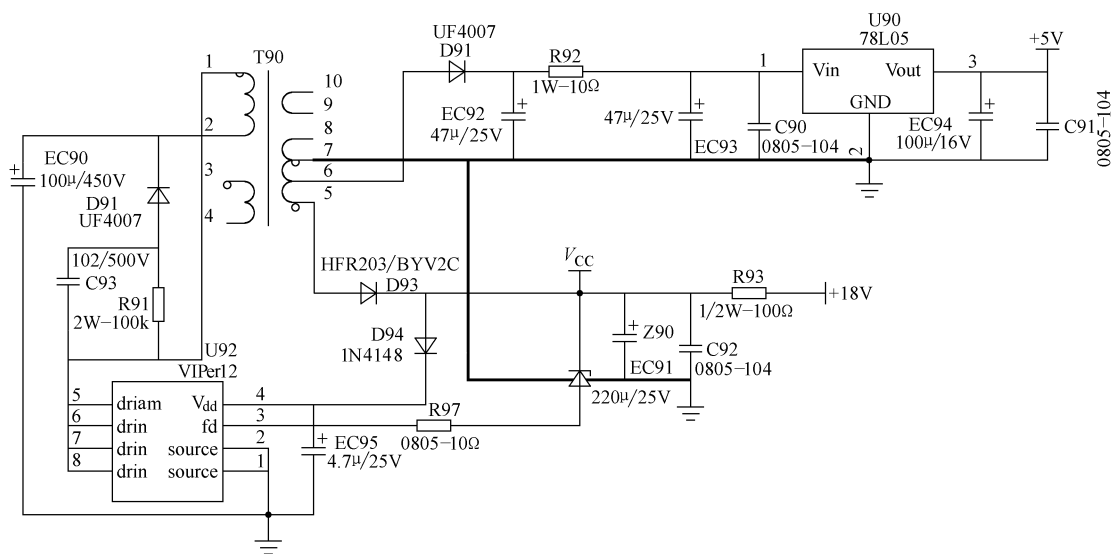

图 4-79 U90 (78L05) 相关电路截图
**维修笔记** U90 (78L05) 相关电路截图如图 4-79 所示。